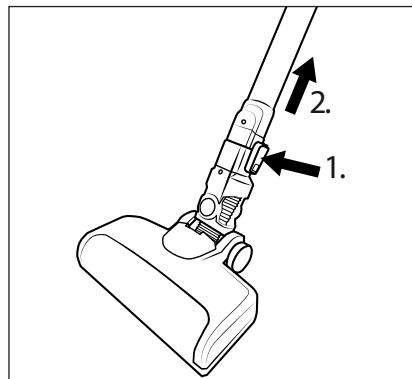

Fig. 12
- ◆ Per rimuovere la spazzola per pavimenti ⑪ dal tubo di aspirazione ⑬, tenere premuto il tasto di sblocco della spazzola per pavimenti ⑫ e sfilare il tubo di aspirazione ⑬ dalla spazzola per pavimenti ⑪ (vedere fig. 12).